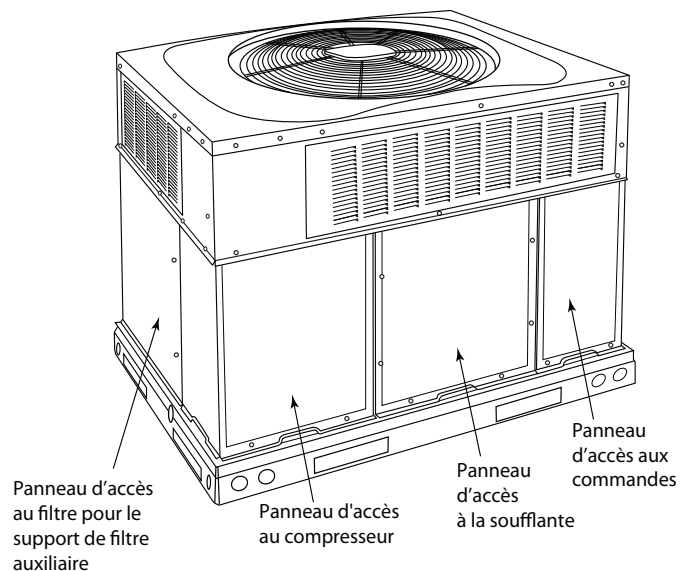
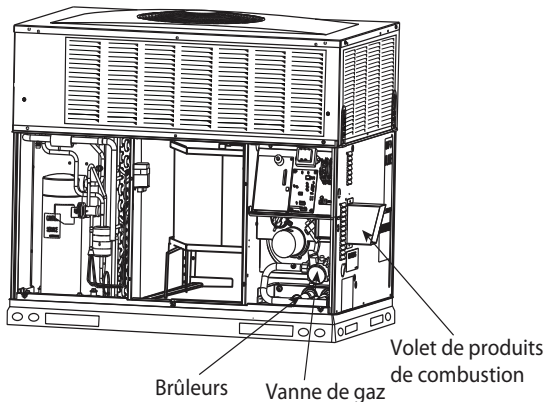

Fig. 2 – Panneau d'accès de l'appareil
Fig. 3 – Appareil de chauffage au gaz et de climatisation électrique avec panneau d'accès retiré ^{A14490}
Consultez la Fig. 2 pour connaître l'emplacement du panneau d'accès avant de l'appareil. Consultez la Fig. 3 pour connaître l'emplacement du robinet de gaz. Consultez la Fig. 4 pour effectuer les étapes suivantes.
4. Retirez le panneau d'accès de commande au moyen d'un tournevis à douille de 7,9 mm (5/16 po). (Consultez la Fig. 2.)
4. Retirez le panneau d'accès de commande. (Consultez la Fig. 2.)